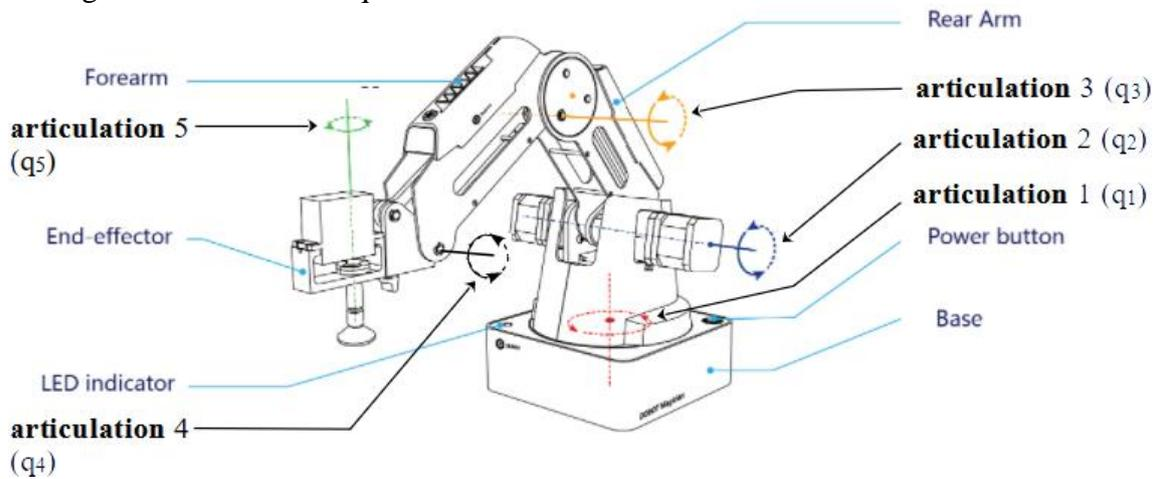

Figure 1 : Description du bras du robot muni d'une ventouse.
La valeur (non contrôlée)  $\theta_4(t)$  de l'articulation 4 est telle que le support de fixation des outils du robot est, à tout instant, positionné à l'horizontal (comme illustré dans les Figures 1, 2 et 3), soit :
- **Mise en route du robot :** positionner le bras et l'avant-bras du robot de manière à obtenir un angle égal à environ  $45^\circ$  entre eux, puis appuyer sur le bouton '**power**' situé sur la base du robot. Après environ 7 sec, un « beep » est émis et la LED, située sur la base (voir la Figure 1), passe du jaune au vert signalant que le bras est opérationnel.